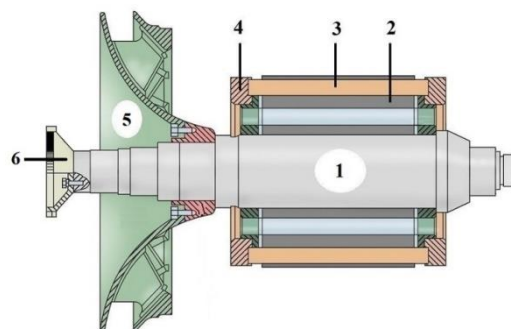

Рис. 110. Ротор
Ротор (рис. 110) состоит из стального вала (1), на котором установлен сердечник (2). Листы сердечника имеют пазы для проводников обмотки. Проводниками обмотки служат медные стержни (3), к выступающим концам которых припаяны медные кольца (4), образуя короткозамкнутую обмотку. На вал насажен вентилятор (5) с зубчатым колесом (6). Вентилятор закрывается кожухом с защитной сеткой. Ротор вращается в подшипниках качения. Подшипники установлены в щитах и закрыты крышками. На подшипниковом щите с приводной стороны двигателя (со стороны вентилятора) установлен датчик частоты вращения. На подшипниковом щите с неприводной стороны установлена коробка выводов, в которую подводятся провода обмотки статора.